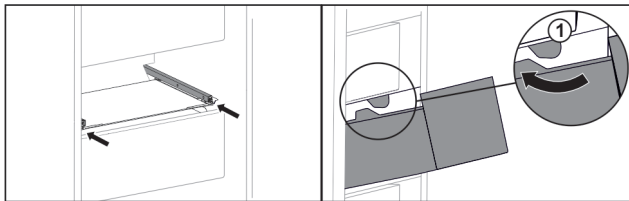

Fig. 134
- ▶ Прокарайте чекмеджето около ограничителите Fig. 134 (1).